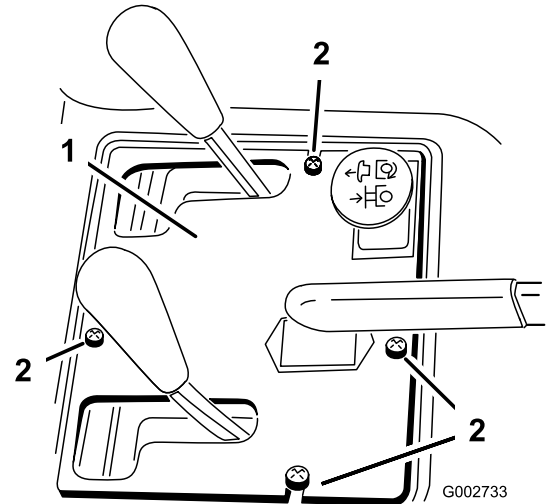

図 39
2. コントロールパネルをフレームに固定しているねじ 4 本を外す 図 39。